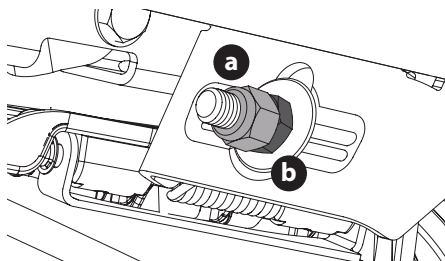

Fig. 36
5. Para **eleva**r el frente de la plataforma, extraiga la tapa de extremo, afloje la contratuercas exterior (a) y apriete (rosca hacia adentro) la tuerca interior (b) contra la ménsula de suspensión delantera (Fig. 36). Una vez alcanzado el ajuste adecuado, vuelva a ajustar la contratuercas exterior (a) 57 ft-lbs (77 N-m) y vuelva a colocar la tapa de extremo.
6. Para **baja**r el frente de la plataforma, extraiga la tapa de extremo, afloje la contratuercas exterior (a) y afloje (rosca hacia afuera) la tuerca interior (b), alejándola de la ménsula de suspensión delantera (Fig. 36). Cuando se logre el ajuste correcto, vuelva a ajustar la contratuercas exterior (a) a 57 pies-libras (77 N-m) y vuelva a colocar la tapa de extremo.